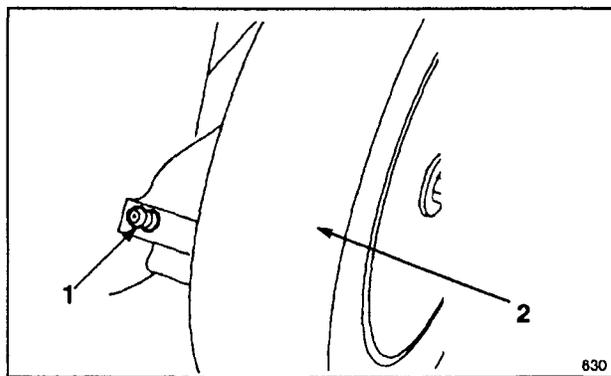

Figure 22
2. Placer les leviers de hauteur de coupe des roues arrière en position "2". Essuyer les graisseurs avec un chiffon propre (fig. 22). Placer l'embout de la pompe à graisse sur le graisseur et pomper délicatement 1 ou 2 fois la graisse multi-usages au lithium No. 2.